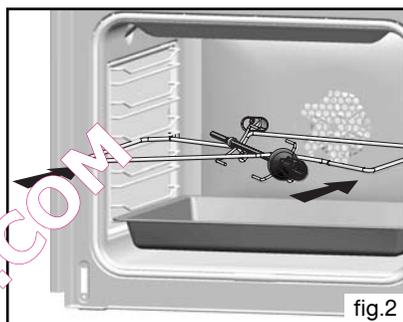
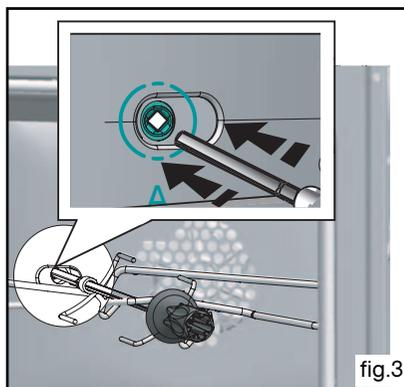

fig.2
fig.3
- **Plat multi usages 20 mm (fig.2)**
- disposez le plat multi-usages au gradin N°1 pour recueillir les jus de cuisson ou sur la sole si la pièce à rôtir est trop grosse (fig.2).
- placez la broche sur son berceau (fig.2).
- poussez légèrement pour engager la pointe de la broche dans le carré d'entraînement situé au fond du four (fig.3).
Insérez les deux autres butées rouges dans les emplacements **A** prévus à cet effet (fig.2). Faire lever sur ces pièces afin de déclipper la glace (fig.3).
Décrochez le gradin fils (fig.2) à l'avant en le soulevant (schéma A fig.1) tirez vers soi l'ensemble du gradin, le soulever afin de décrocher l'attache de fixation arrière (schéma B fig.1). Le sortir des 2 trous (C fig.2) de la paroi catalytique et du moufle du four. Retirez ensuite la paroi catalytique (A fig.2). Remplacez les nouveaux éléments (gradins) en effectuant les opérations inverses.
Dévissez complètement la vis (E fig.2) située en haut de la paroi du fond (D fig.2). Inclinez la paroi vers l'avant afin de la retirer du moufle. Remplacez la nouvelle paroi en effectuant les opérations inverses.
- Dévissez le hublot vers la gauche (fig.2),
A l'intérieur du four (fig.3)
- b) Dévissez le hublot (fig.3).